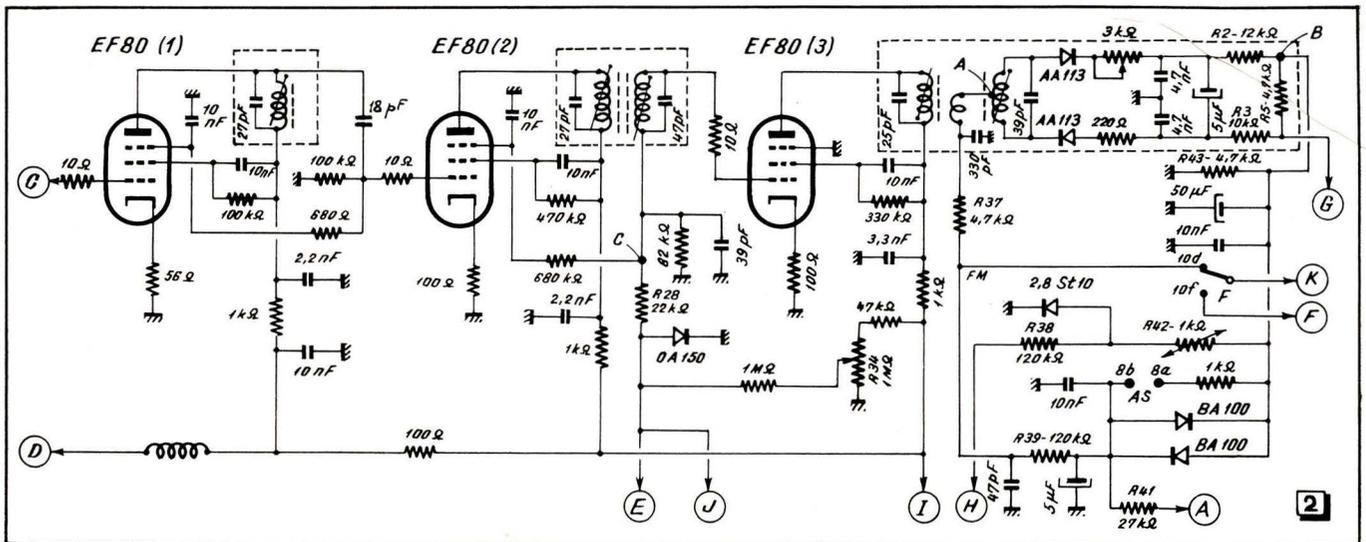
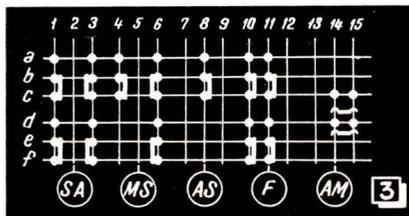
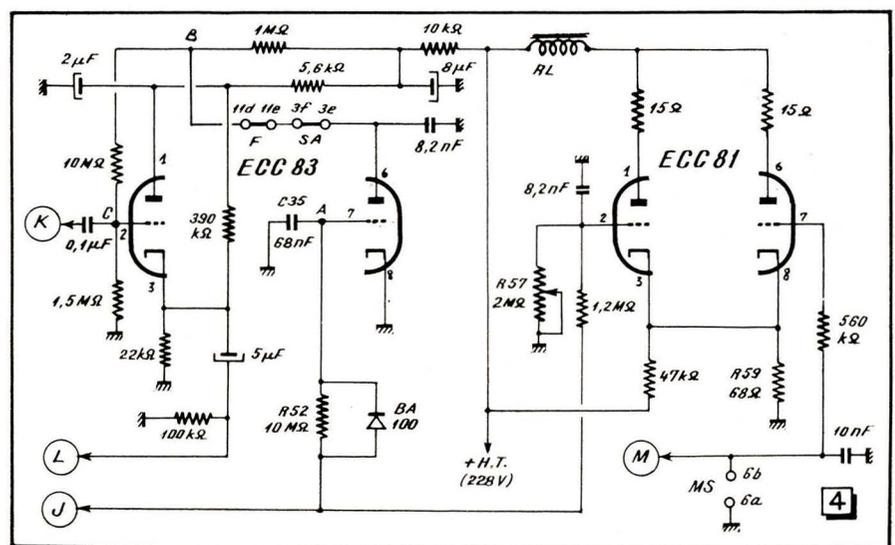

Fig. 2. — Une extrême sensibilité en FM est obtenue grâce à cet amplificateur F.I. à trois étages.
Fig. 3. — Schéma des contacts établis par le clavier de commande du tuner RT-50
Fig. 4. — Le tuner RT-50 comporte un dispositif d'accord silencieux (ECC 83), en FM, et une commutation automatique mono-stéréo (ECC 81).
La structure générale de la tête V.H.F. n'a rien de très particulier, et nous dirons seulement quelques mots sur le dispositif de rattrapage automatique du désaccord de l'oscillateur. Une tension stabilisée de 2,3 V environ est obtenue à l'aide de la résistance R_{38} et de la diode Zener 2,8 St 10 (fig. 2). Pour que cette tension soit stable en fonction de la température également, on fait appel à un pont formé par la thermistance R_{12} et la résistance R_{13} (fig. 2).
dans le sens qui tend à rétablir l'accord exact. Les deux diodes BA 100 (fig. 2) limitent la tension de « rattrapage » à 600 mV, tandis que le dispositif lui-même peut être supprimé par la fermeture des contacts 8a-8b, correspondant à la touche AS enfoncée (fig. 3).
Son schéma est celui de la figure 2 et il comporte, comme on le voit, trois étages équipés de EF 80. Disons, sans entrer dans les détails, que cet amplificateur est doté de performances tout à fait exceptionnelles en ce qui concerne le gain, la bande passante, et, surtout, la linéarité de la caractéristique de phase. Les trois pentodes possèdent des résistances de cathode non shuntées, calculées de façon à compenser la variation de la capacité d'entrée du tube, lorsque ce dernier fonctionne en limiteur. De cette façon, aucune déformation de la courbe de réponse n'est à craindre, quelle que soit l'amplitude du signal reçu. La perte de gain qui résulte de l'introduction des résistances non shuntées est compensée par un neutrodynage judicieux.
thode follower » (triode de gauche ECC 83, de la figure 4) à l'aide d'une tension déterminée par l'état de conduction de la triode de droite du même tube. Cette dernière triode reçoit, sur sa grille, à travers l'ensemble BA 100 - R 52, une tension qui provient du circuit de grille du tube EF 80 (2), fonctionnant en limiteur. En l'absence de tout signal, la tension au point C (fig. 2) est pratiquement nulle, et il en est de même de celle qui existe en A de la figure 4, en faisant abstraction d'une légère polarisation négative due au courant de grille à travers R_{32} . Le courant anodique de la triode est donc relativement important, de sorte que la tension en B (fig. 4) est très faible, de l'ordre de 25 V. La tension en C est donc, tout au plus, de 2 à 3 V, et la triode se trouve bloquée, car sa tension de cathode est de l'ordre de 25 V.
Mais aussitôt qu'un signal est reçu, le point A devient négatif, le courant anodique de la triode correspondante diminue, et le point C (fig. 4) devient suffisamment positif pour débloquer la triode « cathode follower ». Le seuil d'action du dispositif est ajustable par R_{34} (fig. 2). En AM le réglage silencieux n'agit pas, car les deux contacts, SA (accord silencieux) et F (posi-
tion FM) sont alors ouverts. Ajoutons que la diode OA 150 (fig. 2) empêche la ligne de réglage silencieux de devenir positive. La courbe de la figure 5 montre comment varie la tension de sortie B.F., en fonction de la tension H.F. à l'entrée, avec ou sans réglage silencieux.
grille du tube indicateur reçoit la tension négative de commande à partir du point C de la figure 2, à travers une diode BA 100 et une résistance de 100 k Ω .
Les tensions mesurées en l'absence de tout signal aux différents points des figures 2 et 4 sont indiquées par le tableau I.
Pour les tubes ECC 83 et ECC 81 de la figure 4, les tensions indiquées correspondent à la position FM et sans réglage silencieux (touches F et SA enfoncées). Les chiffres entre parenthèses indiquent, pour ces deux tubes et dans l'ordre : la tension en AM ; la tension avec réglage silencieux.
Cette commutation automatique fait appel à une double triode ECC 81 de la figure 4, qui reçoit, sur ses deux grilles, d'une part un signal U_1 , résultant du fonctionnement en limiteuse de la EF 80 (2), et un signal U_2 , provenant du décodeur (par M). Les deux triodes sont couplées à l'aide d'une résistance commune de cathode, R_{30} , et un relais (RL) est placé dans leur circuit anodique, également commun. L'ensemble est dimensionné de façon qu'au repos, c'est-à-dire lorsque les signaux U_1 et U_2 sont pratiquement nuls, les deux triodes débitent normalement et le relais RL demeure collé. Le couplage cathodique par R_{30} fait que si l'une des deux triodes seulement se trouve bloquée, le courant anodique total ne change que très peu et le relais RL reste collé.
La résistance variable R_{37} permet de régler le seuil de fonctionnement, et il est évident qu'elle doit être ajustée après la R_{36} (fig. 2).